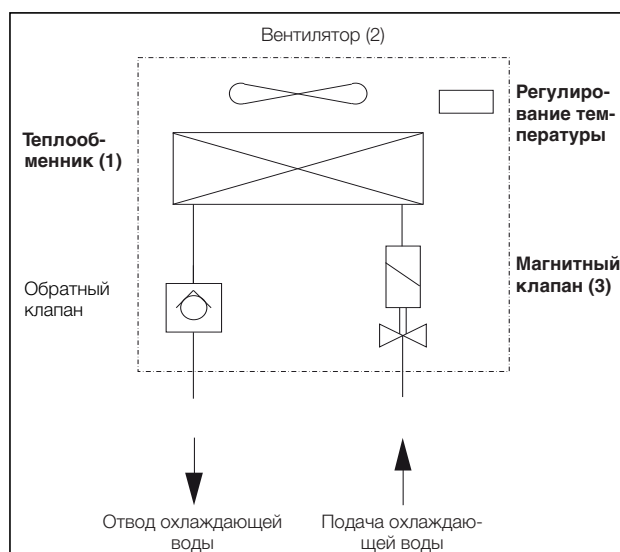

Рис. 2: Воздухо-водяной теплообменник
Воздухо-водяной теплообменник состоит из следующих частей (см. рис. 2): пакет теплообменника (1), вентилятор (2), а также магнитный клапан (3), которые соединены между собой трубопроводом.